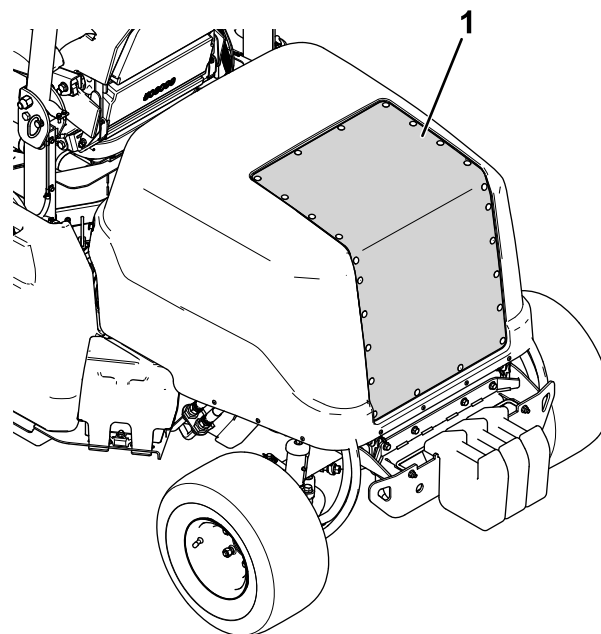

Figura 73
2. Utilize ar comprimido para limpar o filtro do capot (mostrado na Figura 73). Direcione o ar para fora da máquina.